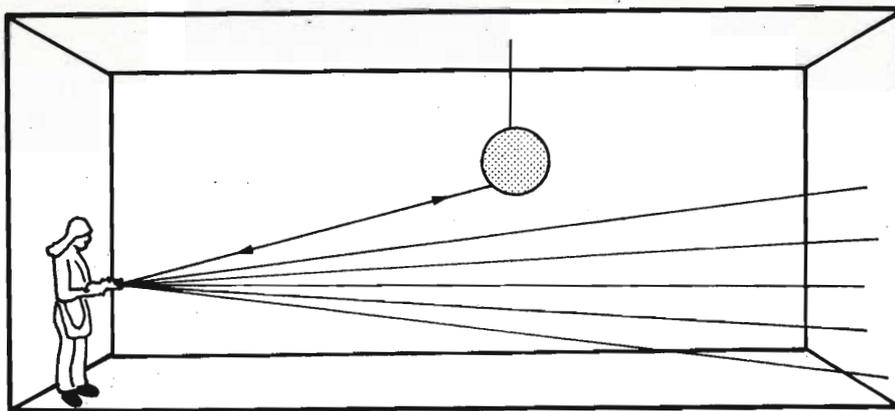
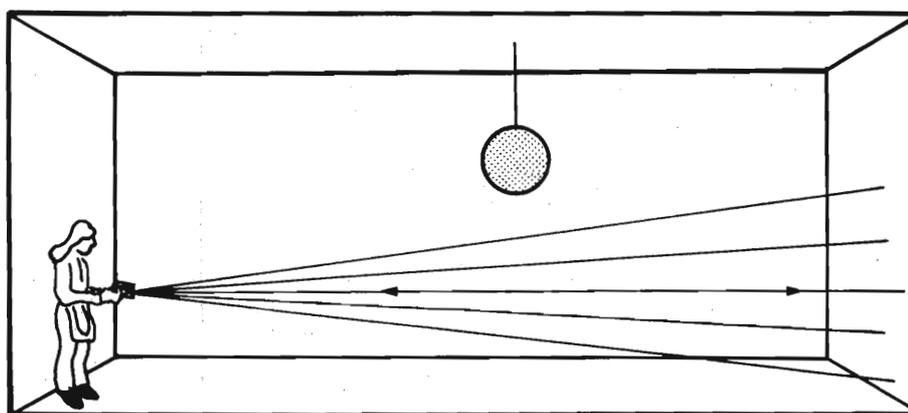

Fig. 4 -
Fig. 5 -
- di orientare l'apparecchio in modo che il fascio emesso, non colpisca ostacoli naturali (fig. 4 e 5). Come si vede dalla fig. 4, infatti la distanza misurata è quella del globo della lampada e non quella del muro, mentre in fig. 5, si dimostra come mediante un leggero orientamento, verso il basso, venga misurata solo la distanza del muro. Assicurarsi quindi che nessun ostacolo si trovi sul tragitto, del fascio conico.